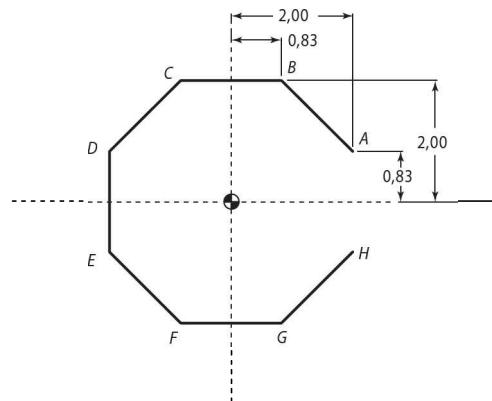

Figura 1-66 Resposta para a Questão 7.
7. Um octógono aberto. Veja a Figura 1-66.